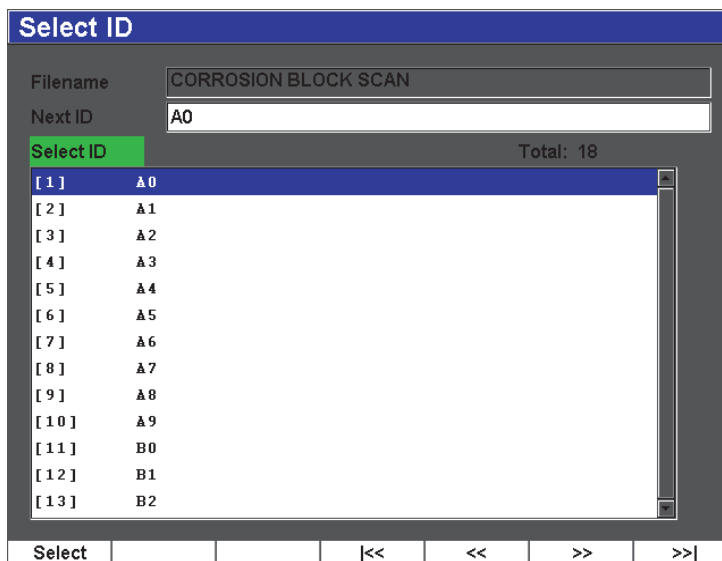

Abbildung 11-11 Menü Select ID (ID wählen)
- Um aus der Liste aller ID-Nummern eine ID auszusuchen, **File > Select ID** (Datei > ID wählen) anwählen (siehe Abbildung 11-11 auf Seite 216).